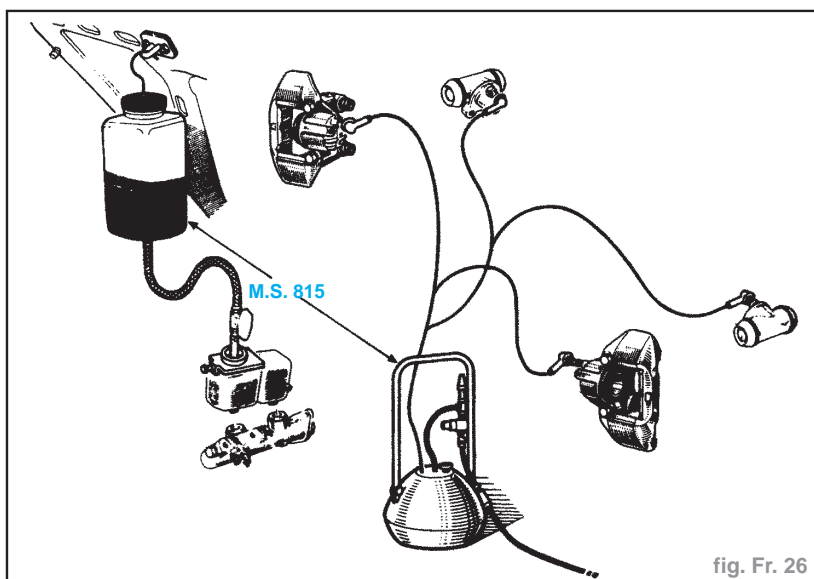

fig. Fr. 26
- La purge s'effectue avec l'appareil **M.S. 815** sur un pont quatre colonnes, roues au sol (fig. Fr. 26).